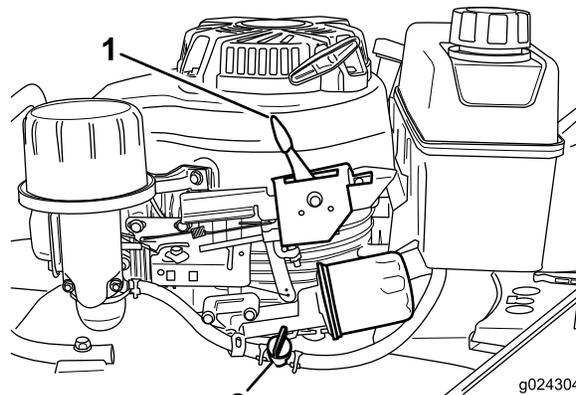

Figura 11
2. Aprite la valvola del carburante (Figura 11).
3. Portate la leva dell'acceleratore (Figura 11) in posizione Starter.
Rilasciate la barra di comando della lama e spostate la leva del comando dell'acceleratore (Figura 11) in posizione Stop.
Nota: Chiudete la valvola del carburante (Figura 11) se non prevedete di avviare il motore a breve.